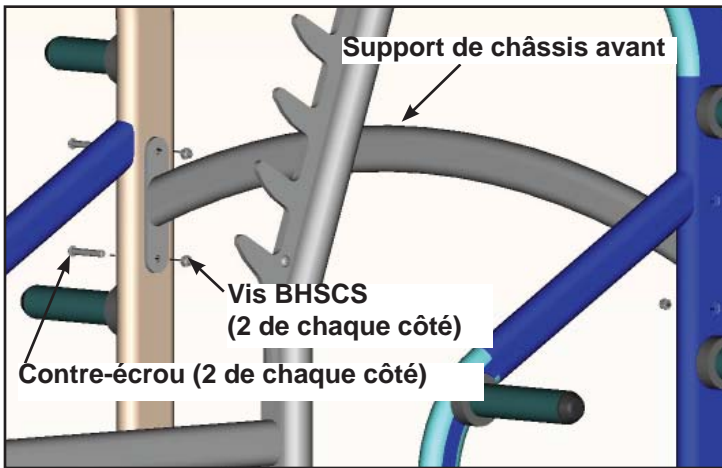

Figure 2
- C. Alignez le support de châssis avant en place. Voir figure 2.